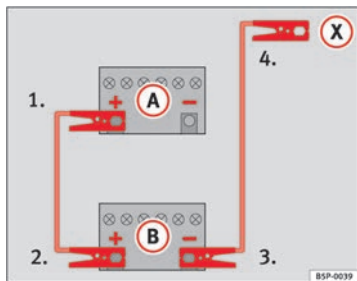

Abb. 150 Schema für das Anklemmen der Starthilfekabel
In der ⇒ Abb. 150 ist (A) die entladene Batterie und (B) die stromgebende Batterie.
1. Klemmen Sie ein Ende des roten Starthilfekabels an den Pluspol ⇒ Abb. 150 (+) des Fahrzeugs mit der entladenen Batterie ⇒ ⚠.
4. Klemmen Sie das andere Ende des schwarzen Starthilfekabels (X) beim Fahrzeug mit der entladenen Batterie an ein massives, fest mit dem Motorblock verschraubtes Metallteil oder an den Motorblock selbst an, jedoch nicht in der Nähe der Batterie ⇒ ⚠. Bei Fahrzeugen mit Batterie unter dem Reserverad wird das schwarze Starthilfekabel direkt an einem beliebigen Metallteil im Gepäckraum angeschlossen. Schließen Sie es niemals direkt an die Minusklemme der Batterie an.